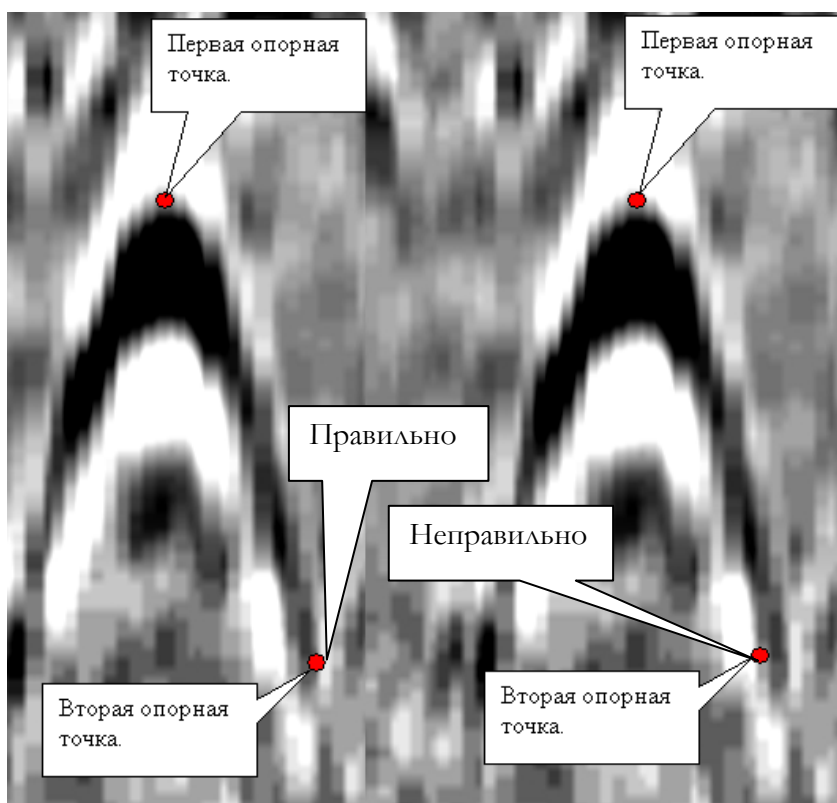

Рисунок 4.5.2 Наложение измерительной гиперболы.
2. Одиночным щелчком левой кнопкой мыши поставить первую опорную точку измерительной гиперболы на вершине гиперболического отражения (Рисунок 4.5.2).